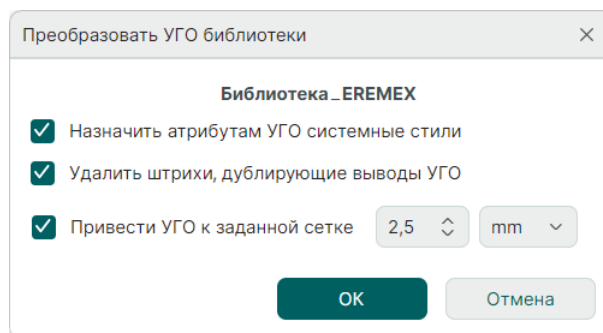

Рис. 12 Окно «Преобразовать УГО»
3. В окне «Преобразовать УГО библиотеки» при необходимости измените установки по умолчанию, см. Рис. 12.